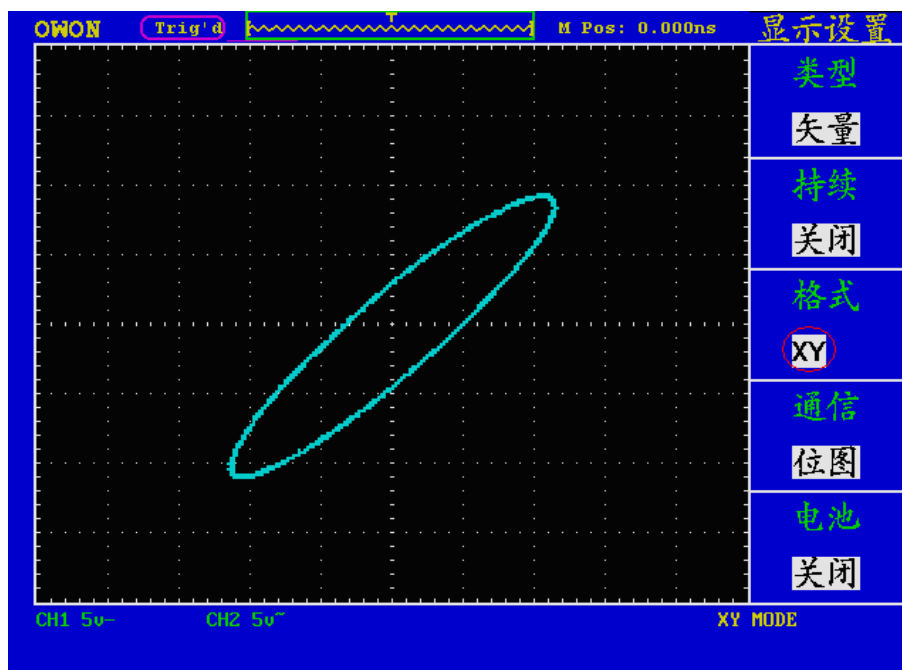

图5-35：XY显示模式
- 2、按 F3 菜单选择键，选择格式为 XY。显示方式改变为 XY 模式，见图 5-35：